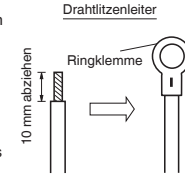

Abb. 4-7
- Das Ende des Kabels mit einem Seitenschneider abtrennen, dann die Isolierung abziehen, um ungefähr 10 mm der Litze freizulegen; danach die Enden der Litze verdrehen. (Abb. 4-7)